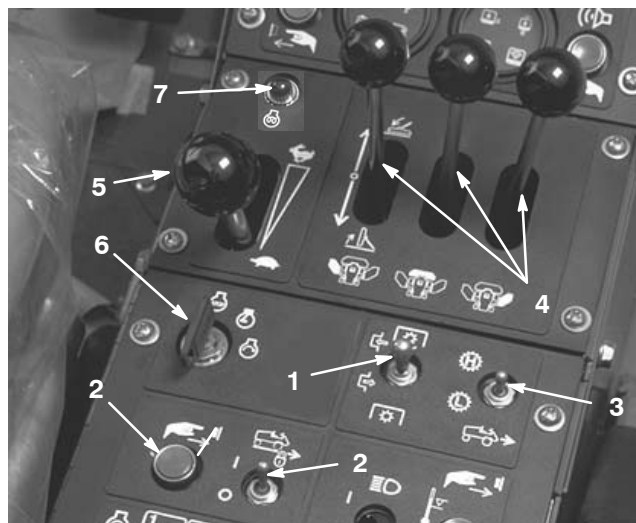

Figure 25
3. Tournez la clé de contact en position de DÉMARRAGE (Fig. 25). Relâchez la clé dès que le moteur démarre et laissez-la revenir en position de MARCHÉ.